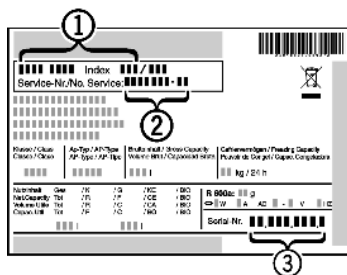

Fig. 10
- Leggere la denominazione dell'apparecchio Fig. 10 (1), il n° assistenza Fig. 10 (2) e il n° di serie Fig. 10 (3) sulla targhetta identificativa. La targhetta identificativa è situata all'interno dell'apparecchio, sul lato sinistro.
- Informare il servizio di assistenza e comunicare il difetto, la denominazione dell'apparecchio Fig. 10 (1), il n° assistenza Fig. 10 (2) e il n° di serie Fig. 10 (3).